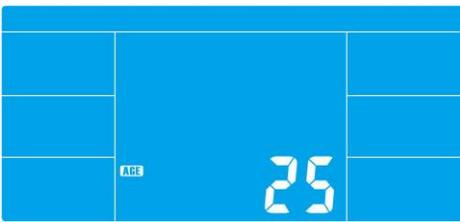

Abbildung 6
- 6.2 Mit der HOCH- und der RUNTER-Taste das ALTER einstellen (25 voreingestellt, Abbildung 6) und mit ENTER bestätigen.